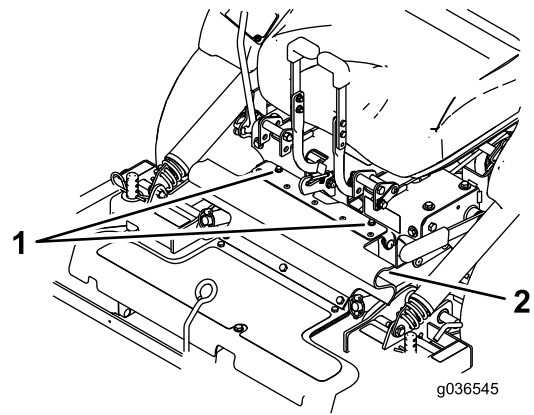

Figure 13
3. Desserrez les boulons fixés au déflecteur en caoutchouc (Figure 13).